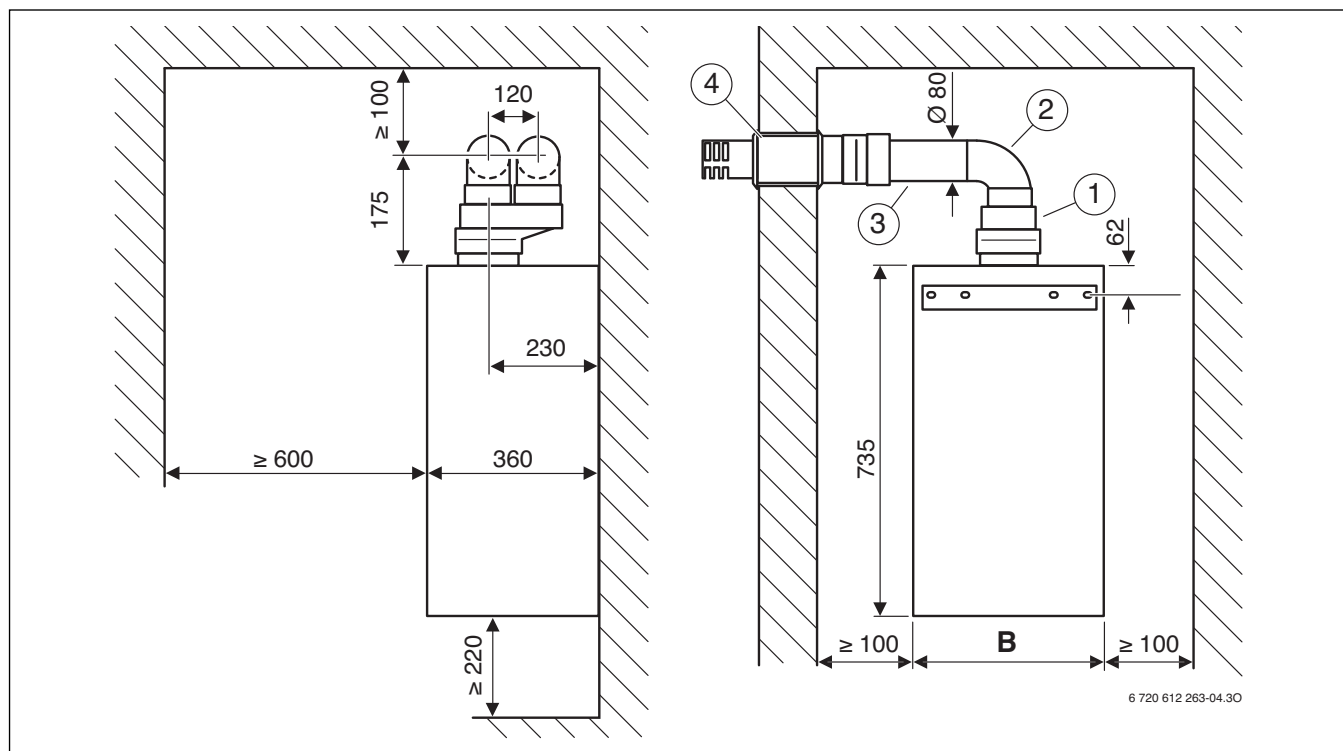

Рис. 9 Система отвода продуктов сгорания в соответствии с C₁₂
- Отвод дымовых газов по C₁₂ (рис. 9):